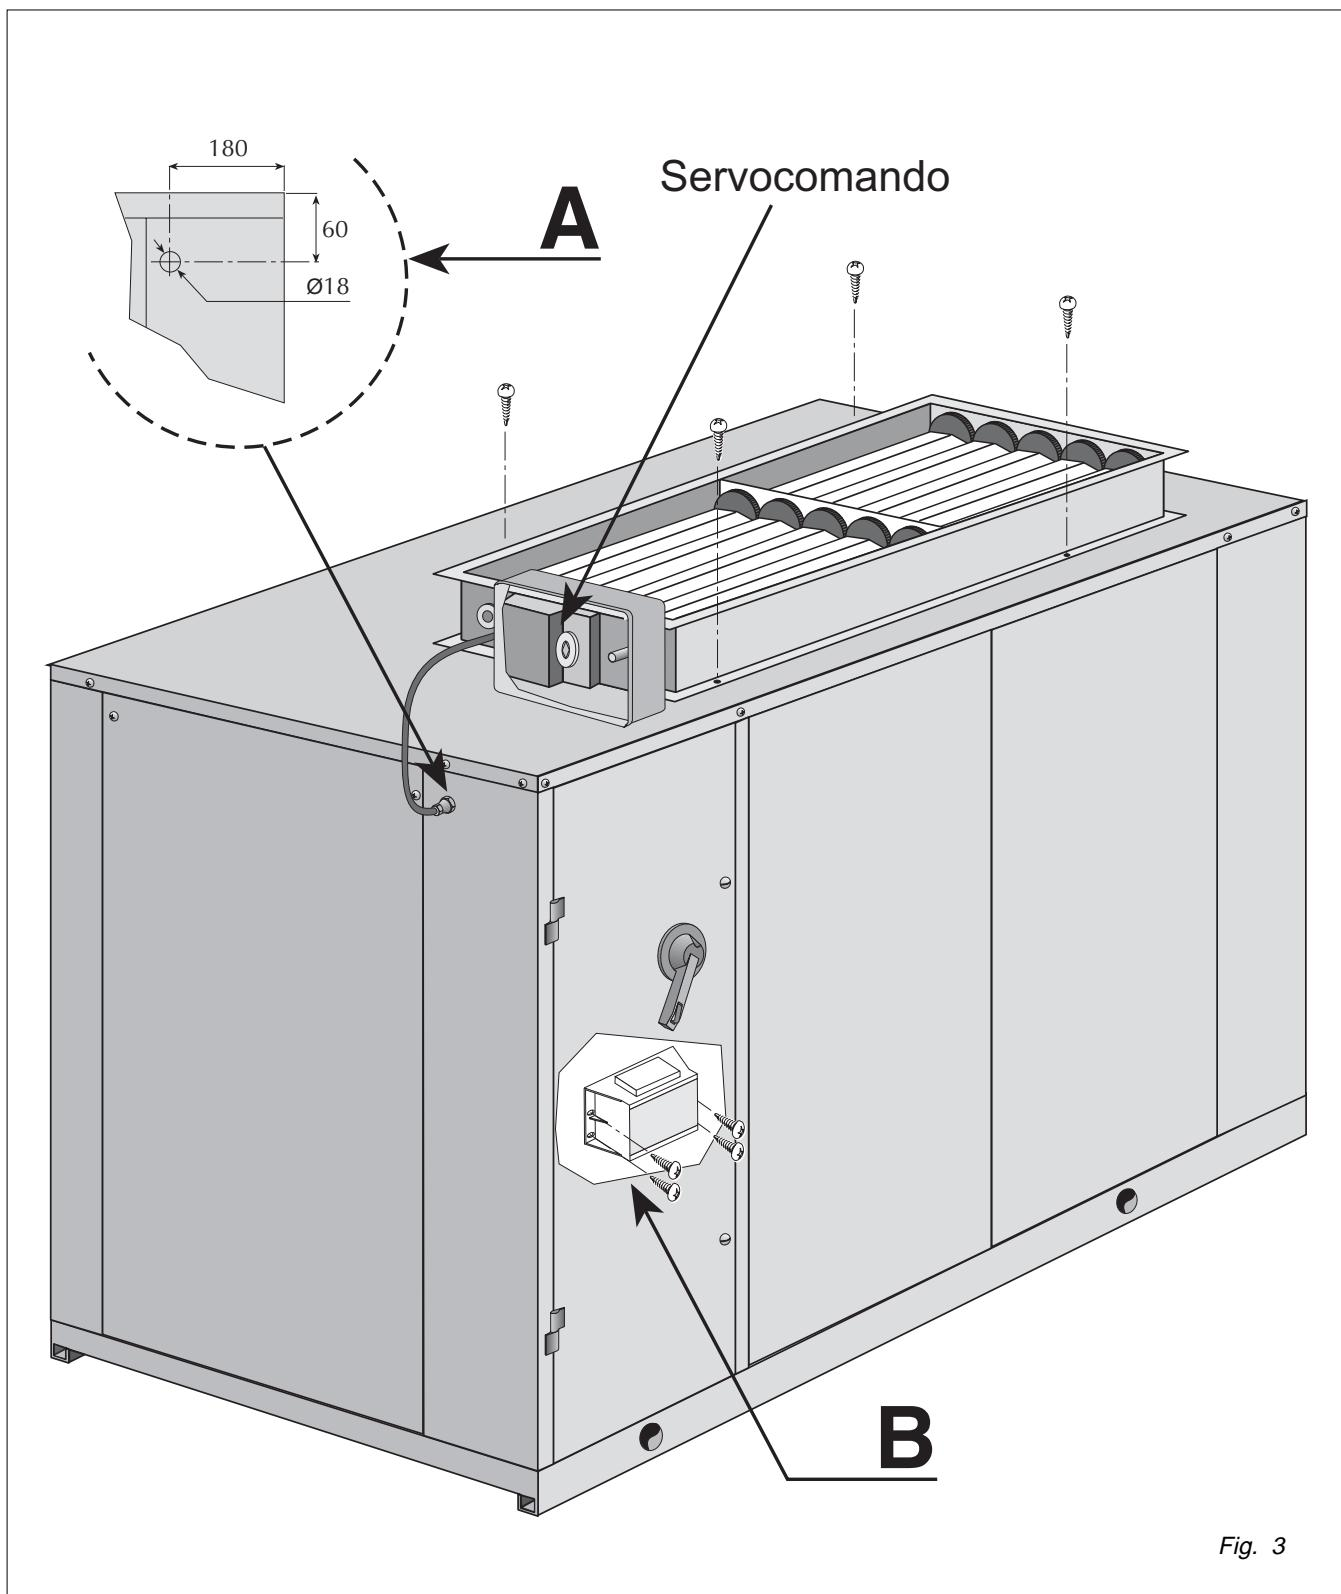

Fig. 3
È formato da una serranda montata sulla mandata del gruppo di ventilazione (Fig. 3) comandata da un servomotore che regola l'apertura in funzione del segnale di comando proveniente dalla scheda a microprocessore. Il segnale di comando 0 - 10 V è proporzionale alla pressione di condensazione fornita dai trasduttori di alta pressione (compresi nel kit).
The damper comprises a louver on the fan unit pressure side (Fig.3). The louver is actuated by a servomotor that adjusts opening in response to a command from the microprocessor control card. The 0 - 10V command signal is proportional to the condensation pressure supplied by high pressure sensors (part of the kit).
Ce dispositif est formé d'un volet monté sur le refoulement du groupe de ventilation (Fig. 3) commandé par un servomoteur réglant l'ouverture en fonction du signal de commande provenant de la carte à microprocesseur. Le signal de commande 0-10 V est proportionnel à la pression de condensation, fournie par les transducteurs de haute pression (inclus dans le kit).
Diese Vorrichtung besteht aus einer Drosselklappe auf der Druckseite der Ventilatorgruppe (Bild 3), die von einem Servomotor gesteuert wird, der die Klappenöffnung in Abhängigkeit vom Steuersignal der Mikroprozessorplatine einstellt. Das Steuersignal 0 - 10 V ist proportional zum durch die Hochdrucktransmittern (im Kit enthalten) ermittelten.
- 1 – fissare la serranda sopra l'unità utilizzando le viti autofiletanti a corredo (Fig. 3);
- 2 – eseguire un foro ø 18 mm sulla fiancata dell'unità in corrispondenza alla scatola elettrica (Fig. 3 - A);
- 4 – fissare il trasformatore a corredo in posizione opportuna nella scatola elettrica (Fig. 3 - B);
- 1 - secure the louver on the unit using the supplied self-tapping screws (Fig.3)
- 2 - drill an 18 mm ø hole in the side of the unit in the position of the electrical box (Fig.3 - A);
- 4 - mount the supplied transformer in an appropriate position inside the electrical box (Fig.3 - B);
- 1 - fixer le volet au-dessus de l'unité en utilisant les vis-tarauds fournies (Fig. 3);
- 2 - pratiquer un trou ø 18 mm sur le côté de l'unité en regard de la boîte électrique (Fig. 3 - A);
- 4 - fixer le transformateur fourni dans une position opportune dans la boîte électrique (Fig. 3 - B);
- 1 - Die Drosselklappe an der Oberseite der Einheit unter Verwendung der mitgelieferten Schlagschrauben befestigen (Bild 3).
- 2 - Eine Bohrung ø 18 mm auf der Seite der Einheit an der Stelle des Schaltkastens einbringen (Bild 3 - A).
- 4 - Den mitgelieferten Transformator an einer geeigneten Stelle im Schaltkasten einbauen (Bild 3 - B).